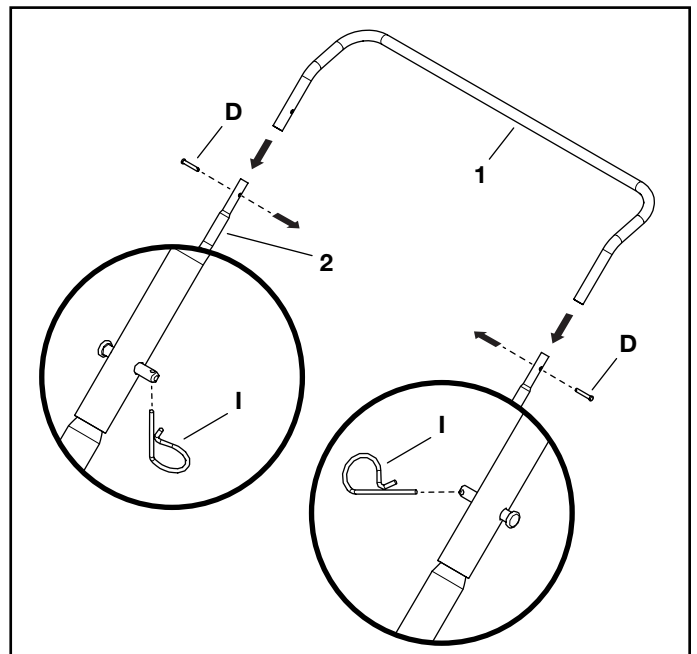

FIGURE 10
STEP 10: (SEE FIGURE 10)
- Slide the handle tube (1) into the ends of each upper kickstand tube (2). Secure the connections in place using a 1/4 x 1-1/2 clevis pin (D) and 3/32 x 1.8 hair pin (I) on each side.
(VOIR LA FIGURE10) Faites glisser le tube de la poignée (1) dans les extrémités de chaque tube supérieur de béquille (2). Fixez les connexions en place à l'aide d'un axe à épaulement (D) de 1/4 x 1-1/2 et d'une épingle à cheveux (I) de 3/32 x 1,8 de chaque côté.